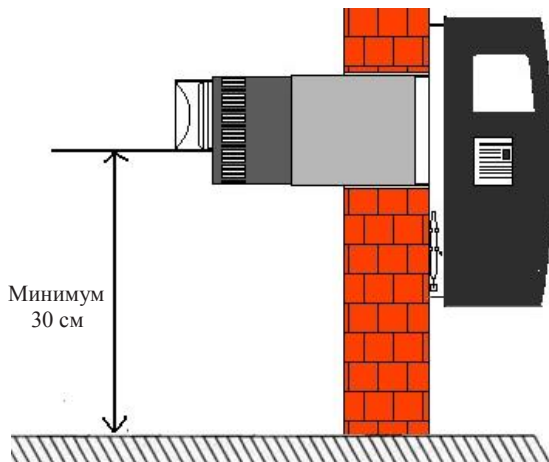

Рисунок 1: Расстояние отверстия дымовой трубы от земли.
- Нижняя часть выходного отверстия дымовой трубы для модели HS и НР должна находиться на расстоянии 30 см от земли (Рисунок 1).